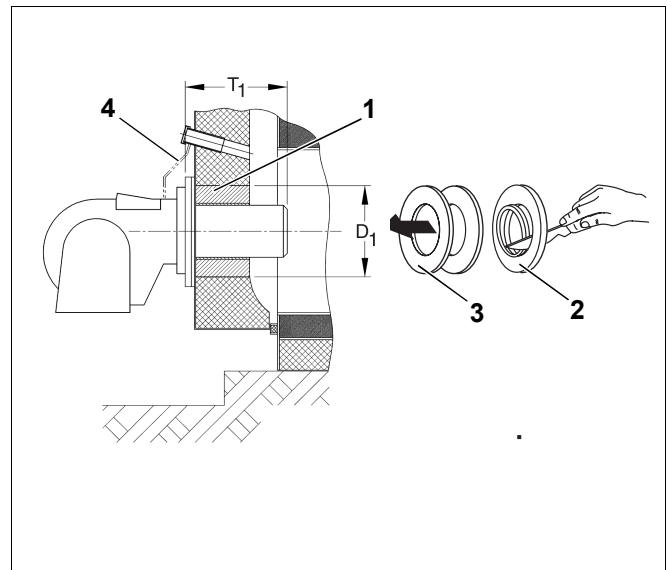

Рис. 1 Монтаж горелки
- Вырезать изолирующие кольца в соответствии с диаметром трубы горелки (рис. 1, поз. 2).
- Заполнить щель между обмуровкой дверцы и трубой горелки (рис. 1, поз. 1) соответствующими изолирующими кольцами (рис. 1, поз. 3).
- Соединить подключение обдува смотрового стекла с подключением обдува на горелке (рис. 1, поз. 4).